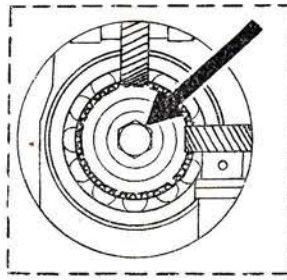
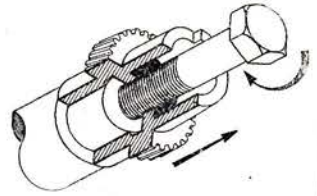

Рис. 14
Рис. 15
18. Торцевым ключом 14 мм вывернуть торцевой болтик храповой шестерни (рис. 14), ключом 22 мм завернуть болт от съемника маховика в резьбу храповой шестерни, сняв таким образом шестерню с коленчатого вала (рис. 15). Снять шайбы, прокладки и шпонку.